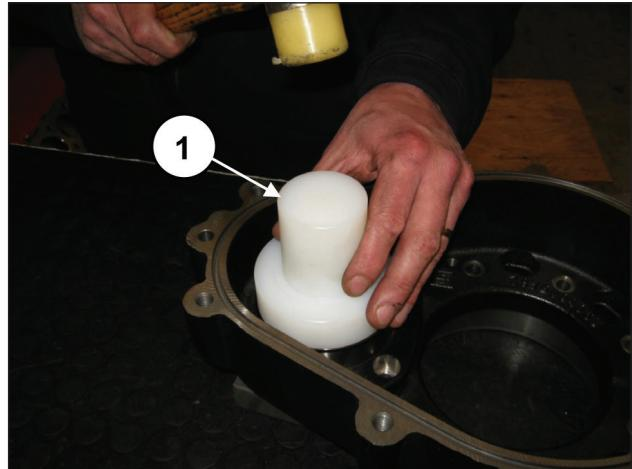
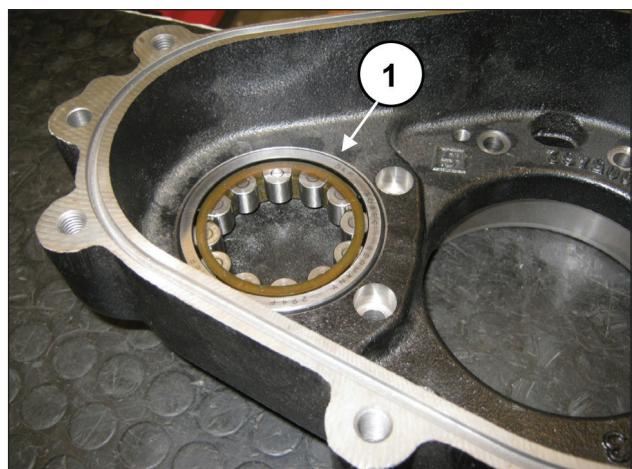

Fig. 53
Fig. 54
Prémonter la bague extérieure du roulement du pignon sur le boîtier du réducteur à l'aide de l'outil réf. 27604900 (rep. ①, Fig. 53) jusqu'à arriver en butée (rep. ①, Fig. 54).